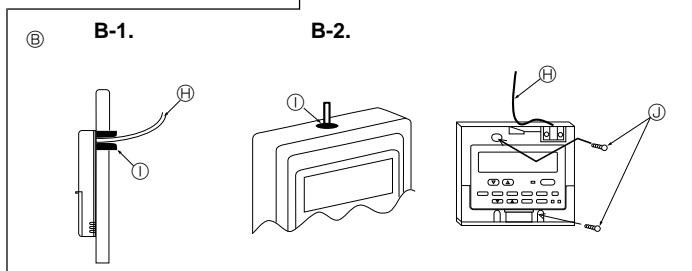

Fig. 6-3
(2) Замажьте сервисный вход в пульт дистанционного управления замазкой для предотвращения попадания капель росы, воды, а также тараканов или червей. (Fig. 6-3)
В-2. Для проведения шнура пульта дистанционного управления с верхнего корпуса: [Fig.6-3]